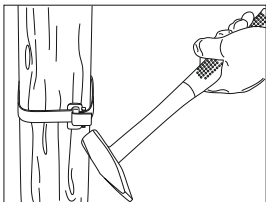
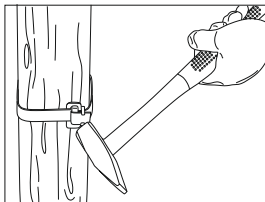

Рисунок 9
Рисунок 10
– при помощи молотка загнуть оставшуюся часть бандажной ленты (рисунок 9) и специальные прижимы на скрепе (рисунок 10).